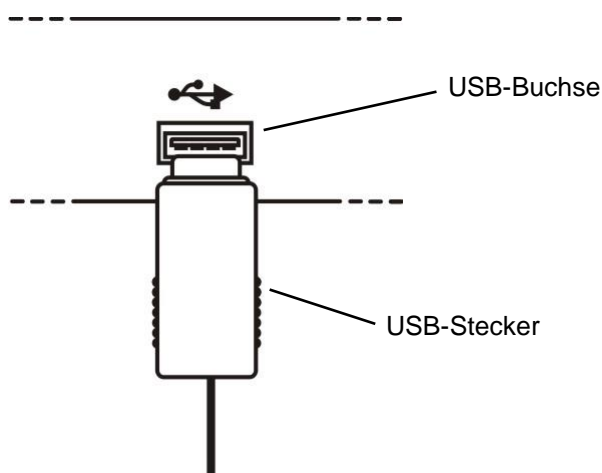

Abb. 2-1
1. Schließen Sie die USB-Stecker des AVL DiTEST HV Safety 2000 an eine freie USB-Buchse des AVL DSS PCs an, siehe Abb. 2-1.